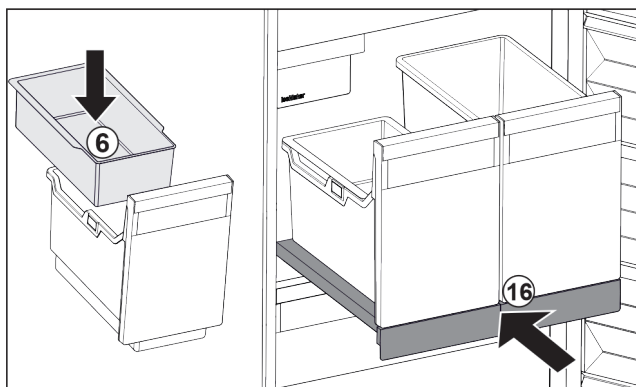

Fig. 40
- Vložte závesnú miskú Fig. 40 (6) na kocky ľadu.
- Zasuňte vyťahovaciu poličku s nádobou (IceTower). Fig. 40 (16)